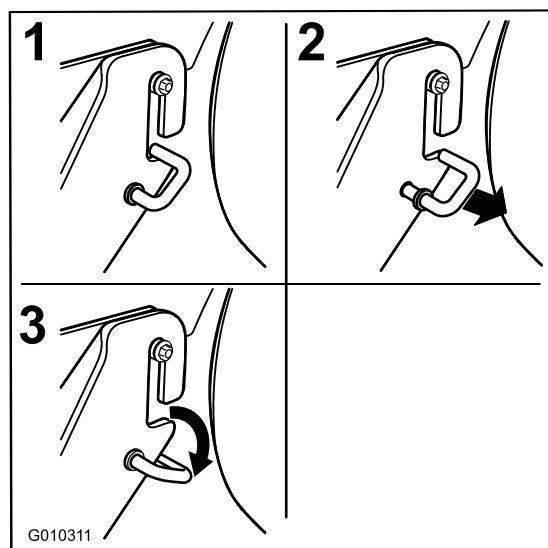

Bild 71
1. Bewegen Sie an beiden Seiten des Mähwerks die gefederten J-Haken aus dem Schlitz in den hinteren Hängeprofilhalterungen (Bild 71).
6. Befestigen Sie die vordere Stütze am Mähwerk an den vorderen Mähwerkhängeprofilen und befestigen sie mit einer Scheibe und einem Splint (Bild 71).